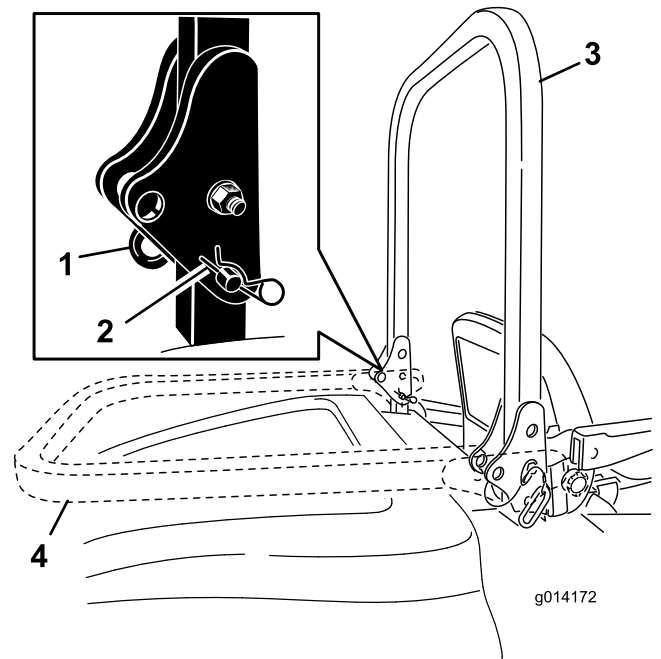

図 14
1. 保護バーを降ろすには、ヘアピンコッターを抜き、スプリングに逆らって保護バーを前に倒し、ピン2本を引き抜く図 14。
2. バーを降ろす(図 14)。
3. ピン2本を取り付け、ヘアピンコッターで固定する図 14。
4. 保護バーを立てるには、ヘアピンコッターを外して、ピン2本を抜き取る図 14。
5. 横転保護バーを立て、ピン2本で固定し、ピンが外れないようにヘアピンコッターで固定する図 14。